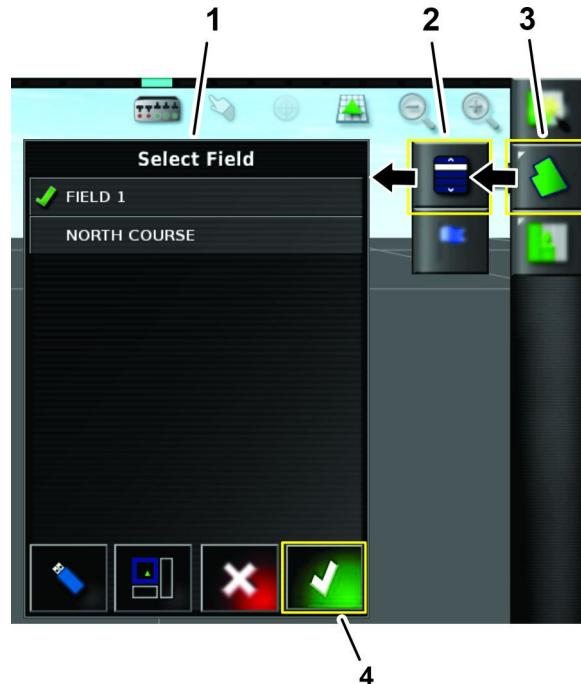

Figura 68
- Selecione o nome do setor existente (Figura 68).